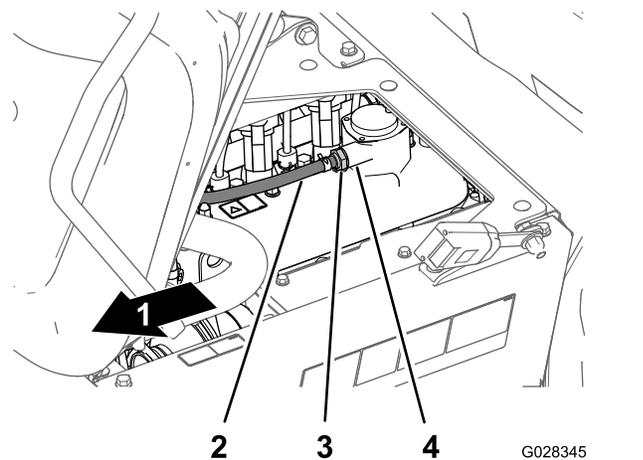

Figure 70
2. Déposez le clapet RGC du raccord sur le couvre-culasse (Figure 70).
Remarque: Si vous entendez le restricteur interne du clapet RGC cliqueter, le clapet est réparable; si vous ne l'entendez pas, remplacez le clapet (Figure 70).
4. Insérez le clapet RGC jusqu'à ce qu'il soit complètement engagé dans le joint du raccord du couvre-culasse (Figure 70).